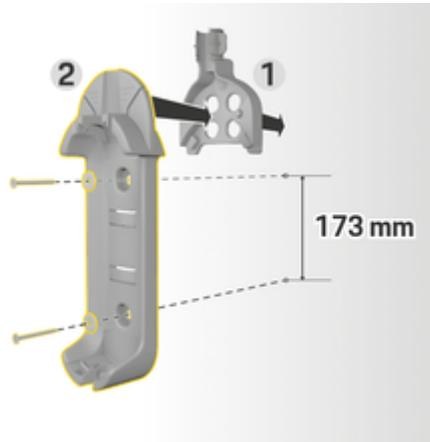

Fig. 3: Medidas de taladrado
3. Presione la base de soporte de pared **2** (Fig. 3) dentro de la guía de cables **1** (Fig. 3) desde delante.